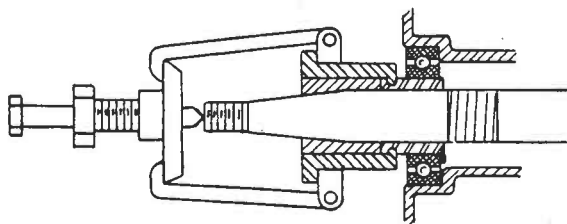

FIG. 5. — EXTRACTION DU ROULEMENT D'ARBRE DE ROUE ARRIERE
4. Avec un arrache-roulement approprié, retirer de chaque côté le roulement d'arbre de roue; ce roulement est monté sur une bague à gorge placée entre lui et l'arbre. (Voir fig. 5.)